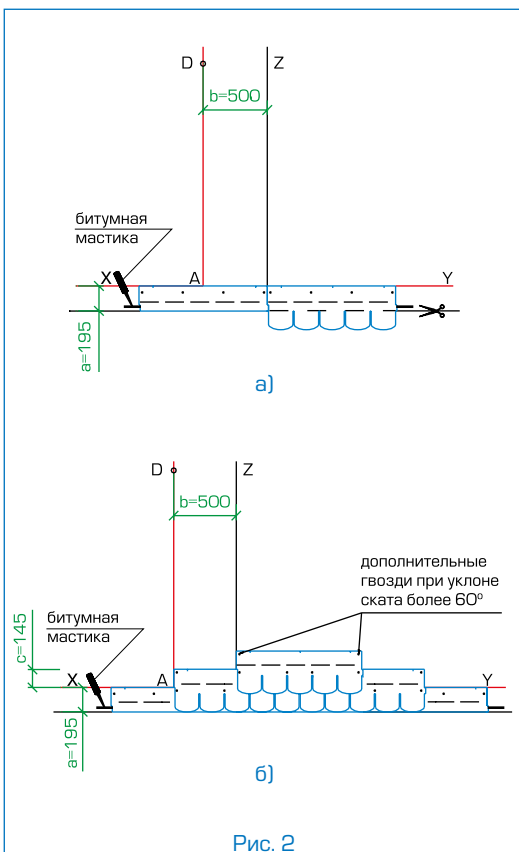

Рис. 2
Укладка материала (рис. 2)
- Начальный ряд формируется из листов черепицы АНТИК обрезанных по линии образованной конечными точками вырезов. Полученные таким образом полосы шириной 19,5 см укладываются по линии карниза в обе стороны от линии Z (рис. 2а) и фиксируются по нижнему краю битумной мастикой, а по верхней кромке 4 гвоздями (ось гвоздей на 5 см ниже верхнего края полосы);
- далее первый ряд черепицы укладывается от линии AD (рис. 2б);
- второй ряд укладывается от линии Z (со смещением 50 см от AD) (рис. 2б);
Каждый лист черепицы АНТИК крепится 4 гвоздями (ось гвоздей на линии битумных клеевых полос) таким образом, чтобы гвоздь прошивал и верхний край низлежащего листа черепицы (рис. 2б).